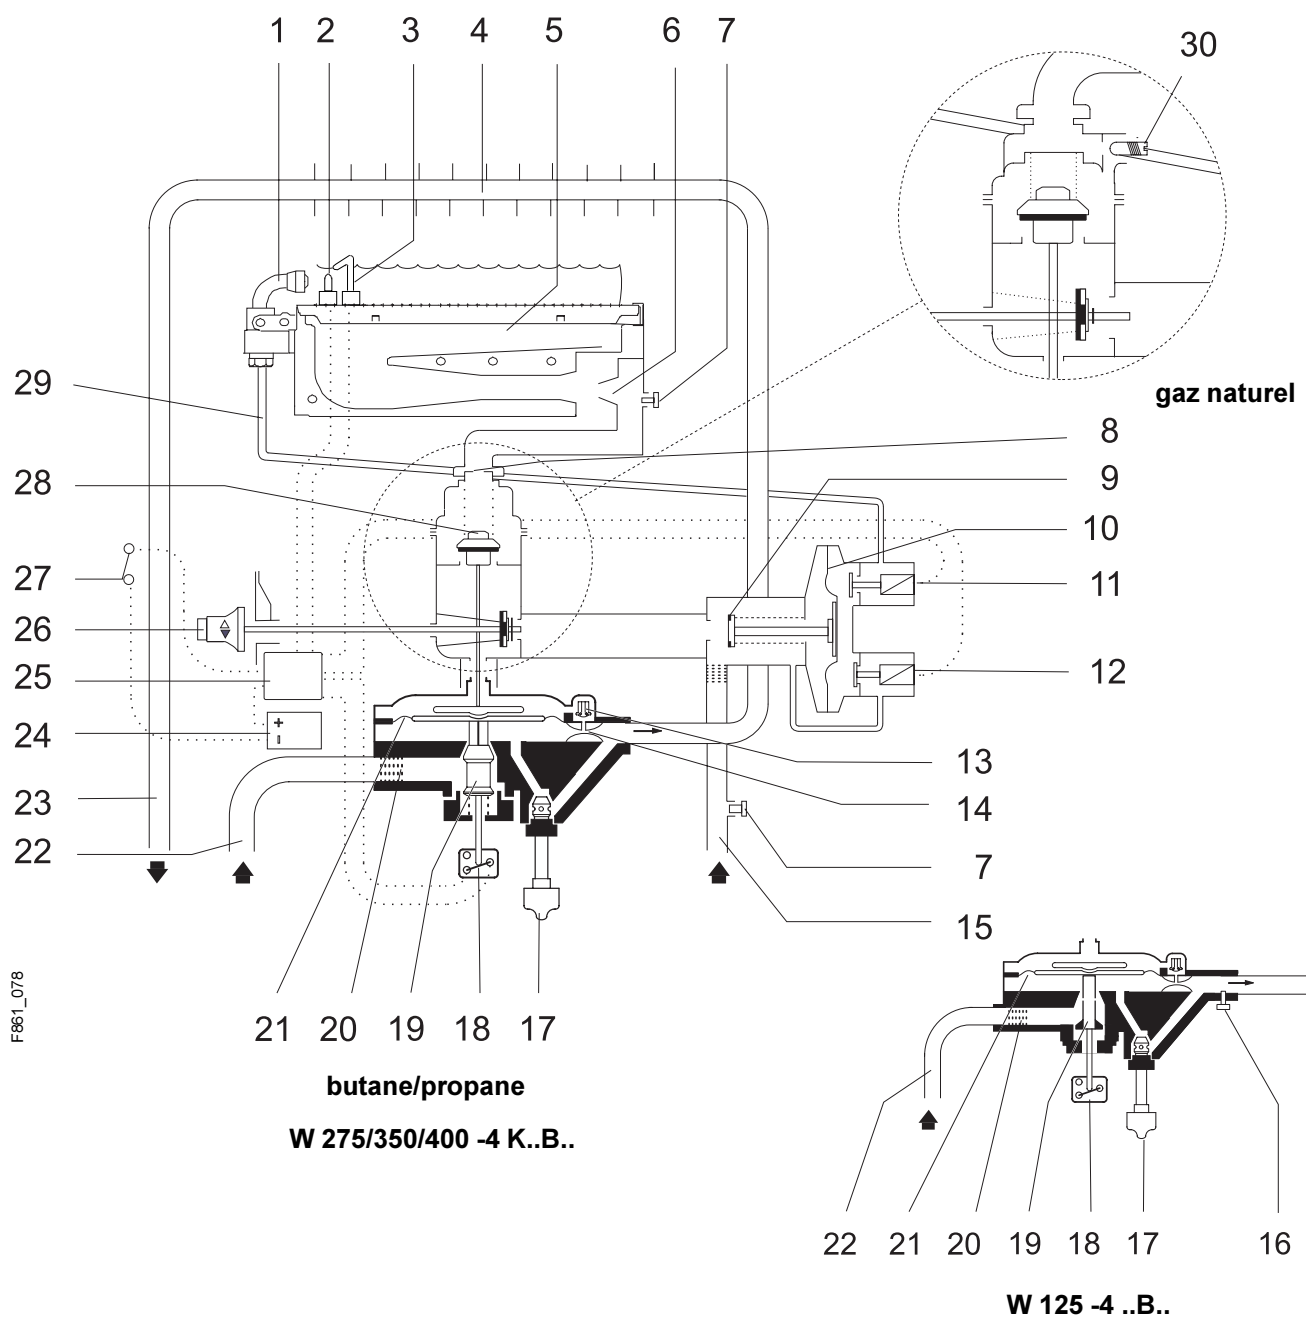

Fig. 3
- Enlevez le câble vert de la servo-soupape gaz (pos. 12, fig. 3). Le brûleur principal s'arrête et la veilleuse est allumée. Enlevez le câble rouge de la soupape de veilleuse (pos. 11, fig. 3). La veilleuse doit s'éteindre.
En cas d'élévation de température insuffisante, contrôler la puissance de l'appareil. Pour les chauffe-bains fonctionnant aux gaz liquides, vérifier la pression mentionnée sur la plaque signalétique à la point de mesure (pos. 7, fig. 3).
Nettoyer le filtre gaz ainsi que le brûleur et la vanne de décharge se trouvant dans la vis du sélecteur (pos. 17, fig. 3).